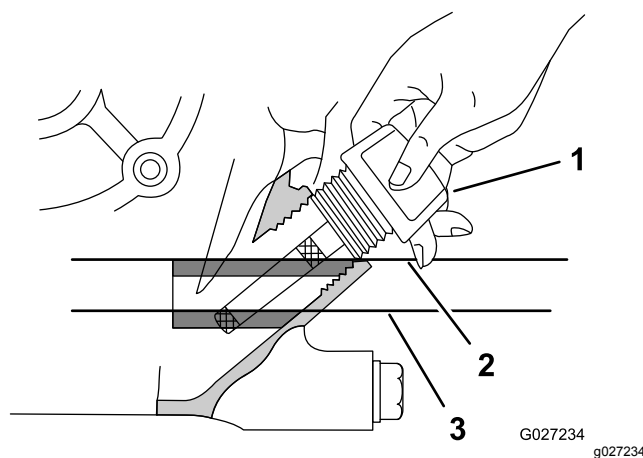

Figura 8
4. Retire la varilla del motor y límpiela con un trapo limpio (Figura 8).
5. Inserte la varilla del motor, tal y como se muestra en la Figura 8.
6. Retire la varilla del cuello de llenado y observe el nivel de aceite en la varilla (Figura 8).
Nota: El nivel del aceite del motor debe cubrir entre las áreas marcadas en la varilla (Figura 8).
8. Apriete a mano la varilla en el cuello de llenado (Figura 8).